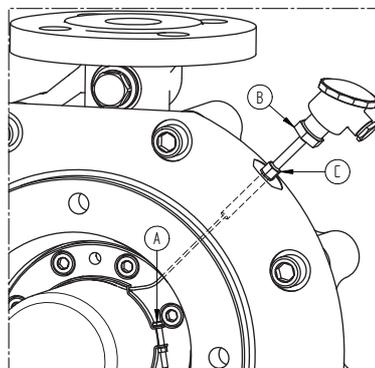

Figura 5: Conexión interior del sensor de temperatura.
- 3 Si la bomba está equipada con un sensor de temperatura, retire cuidadosamente la abrazadera de manguera aflojando el tornillo A (figura 5) A continuación, afloje primero B y luego C, y retire el cabezal de conexión junto con el tubo de conexión, guiando al mismo tiempo el sensor de temperatura desde el interior a través del orificio.
- 14 Si la bomba está equipada con un sensor de temperatura, guíe el sensor de temperatura desde el exterior a través del orificio e instale el cabezal y el tubo de conexión en la cubierta intermedia. A continuación, guíe el sensor de temperatura a través del orificio de la abrazadera de manguera y monte la abrazadera de manguera en la posición que se muestra en la figura 5.